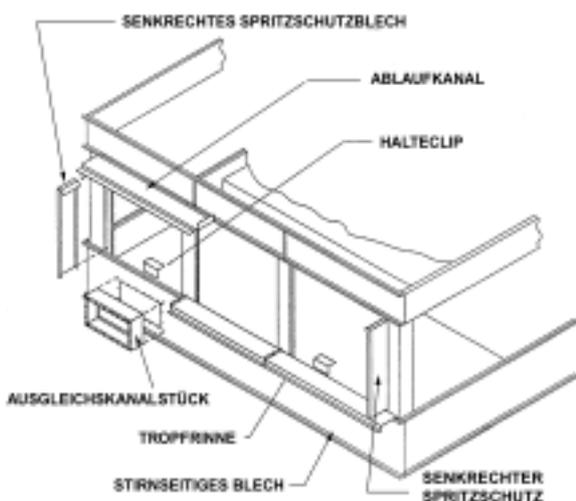

Abb. 8 – Anbringen Tropfrinne und Spritzschutzblech
11. Setzen Sie das senkrechte Spritzschutzblech in den Winkel zwischen die senkrechten Halterungen. Verbinden Sie das senkrechte Spritzschutzblech mit 8 mm selbstschneidenden Schrauben, bei Edelstahl-Modellen sind 8 mm Edelstahlschrauben und Muttern zu verwenden (Abb. 8).